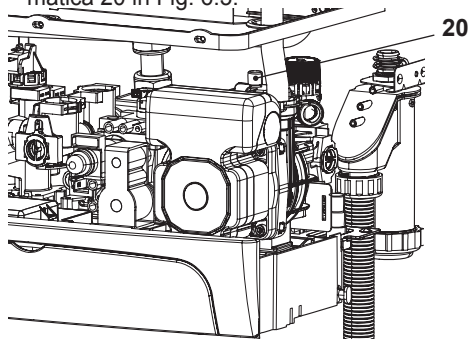

Fig. 6.3
- Alzare il tappo della valvola di sfiato automatica 20 in Fig. 6.3.